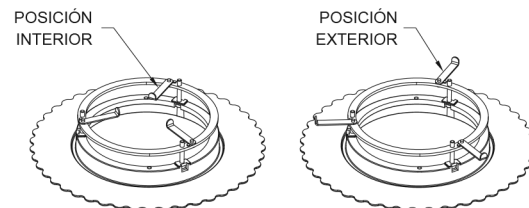

Figura 2
Paso 7. Con los retenedores en la posición hacia adentro (vea la Figura 2), empuje el ensamblaje de montaje de remodelación en el agujero del techo hasta que el adaptador de montaje a ras llegue al tope en el techo. Presione el adaptador firmemente en el tablayeso y sostenga por lo menos 5 segundos para que se forme una unión.
Paso 8. Gire los retenedores a la posición externa de modo que se apoyen en la parte posterior del techo (vea la Figura 2). Apriete los tornillos de ajuste hasta que estén ajustados.